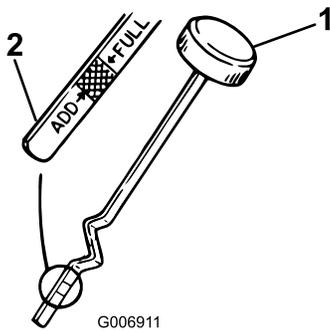

Bild 18
7. Schrauben Sie den Ölpeilstab los und wischen Sie das Metallende ab (Bild 18).